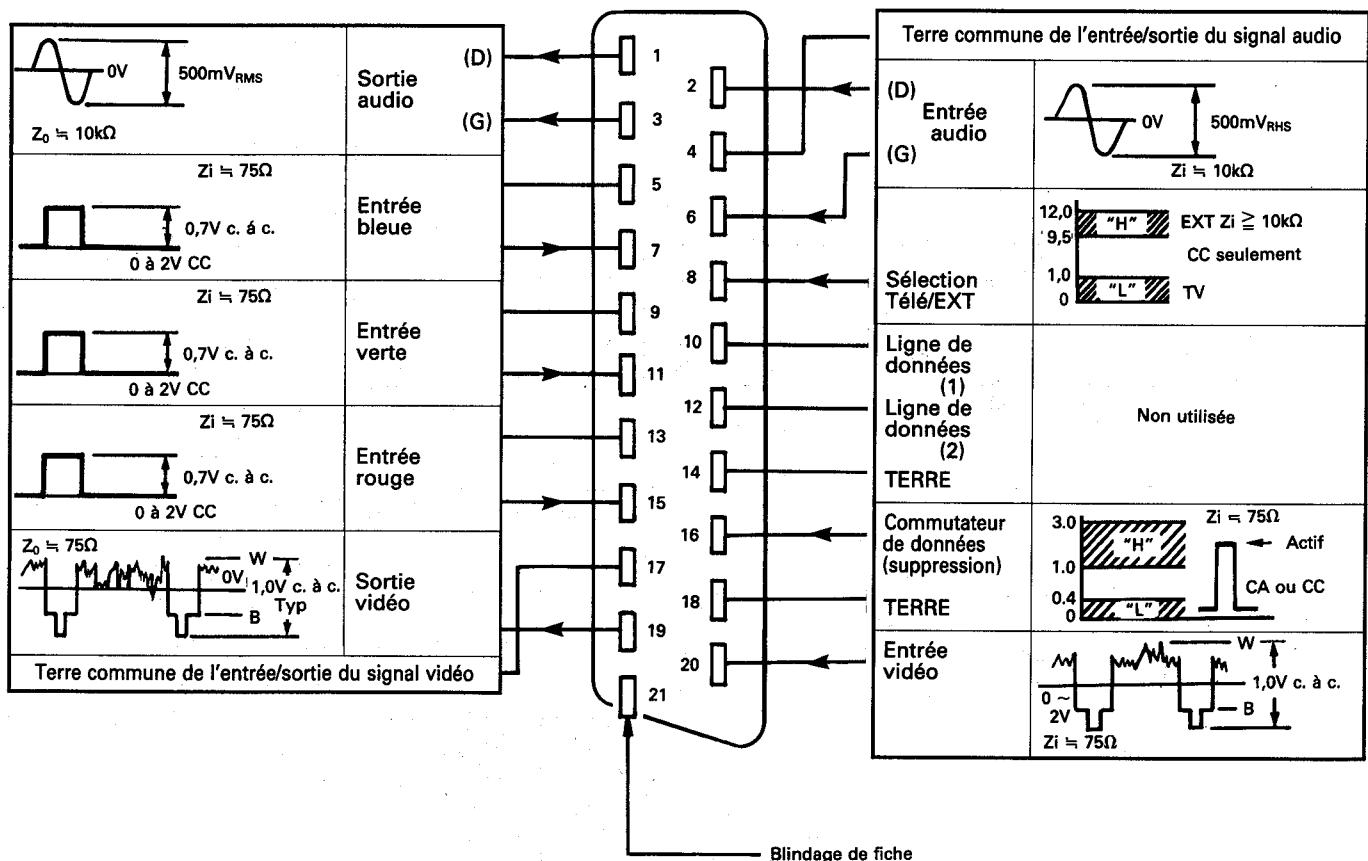

Figure 13-3. Signaux d'entrée/sortie au connecteur de péri-télévision
Si l'appareil externe ne présente pas une alimentation (9,5 à 12V) de sélection de synchronisation, placer le numéro de canal de l'appareil sur 16 et la synchronisation sera automatiquement portée dans le mode EXT dans l'appareil. Cette action peut également être effectuée par la synchronisation de l'appareil avec le signal de sortie vidéo de la broche ⑯ du connecteur de péri-télévision. Les signaux d'entrée et de sortie applicables au connecteur de péri-télévision sont présentés dans la liste de la Fig. 13-3.